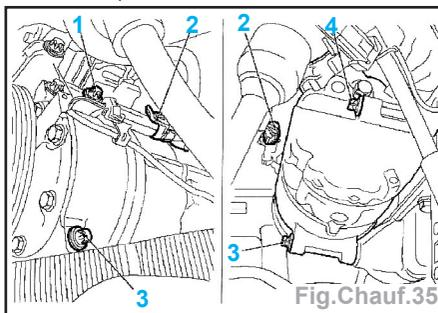

Fig. Chauf.35
- Débrancher la connexion (2), déposer les 3 vis (1, 2 et 3) et le compresseur (Fig. Chauf.35).